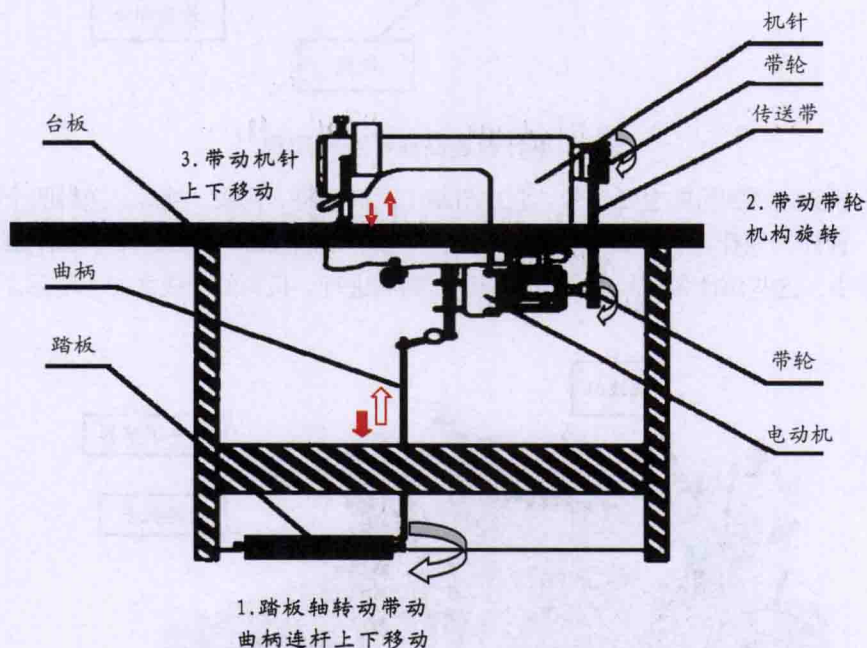

图5 缝纫机的传动部分
(2) 机座通常由台板(下有抽屉、储油箱)、机架、脚踏板三部分组成。台板起着支承机头的作用,缝纫操作时当做工作台用。机架是机器的支柱,支承着台板,使台板平稳。
(3) 缝纫机的传动部分由带轮、传动带、电动机、开关等部件组成。使用时操作者踩动脚踏板,通过曲柄带动皮带轮旋转,又通过皮带带动机头的带轮旋转。缝纫机的传动部分如图5所示。